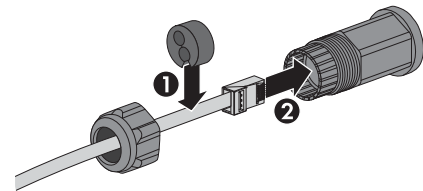

Figure 2.20 : Acheminer les câbles dans les presse-étoupes
2. Guidez les câbles à travers la base de l’onduleur via des presse-étoupes. Voir figure 2.20.